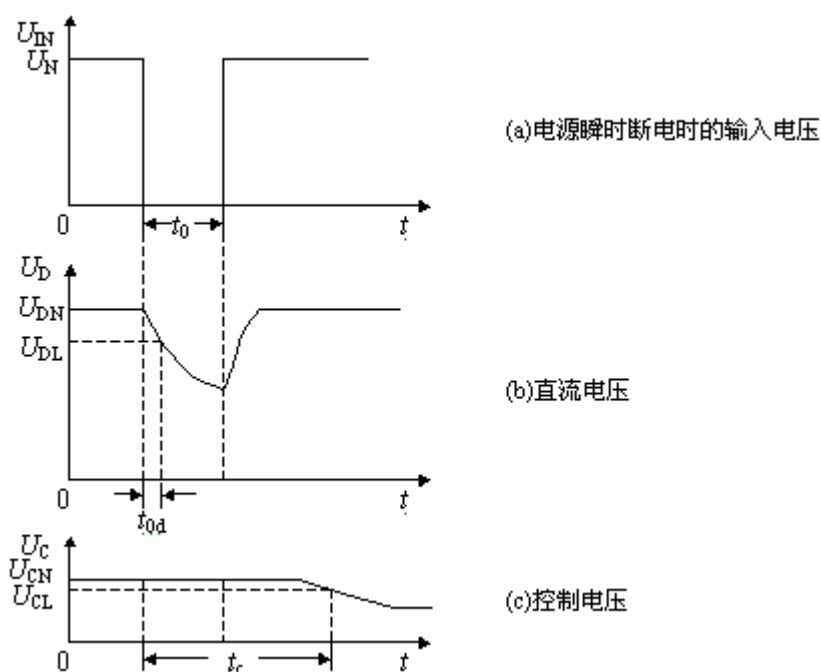

图 3-117 瞬时电压
瞬时断电的含义是电源电压由于某种原因突然下降或电源电压消失, 但很快又恢复, 停电时间 t_0 很短如图 3-117 (a) 所示。
- 主电路直流电压: 在刚断电的瞬间, 逆变电路还在工作, 故电压下降很快, 设主电路直流电压从额定状态的 U_{DN} 下降到下限值 U_{DL} (欠压保护的動作电压) 所需时间为 t_{od} , 如图 3-117 (b)。